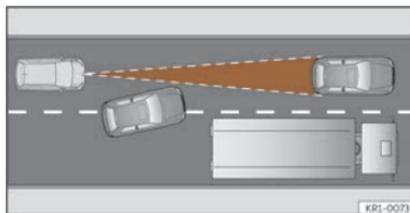

Fig. 114 Veicolo che cambia corsia.
- Veicoli che cambiano corsia sulla quale state circolando a breve distanza dal vostro veicolo >>> **fig. 114.**